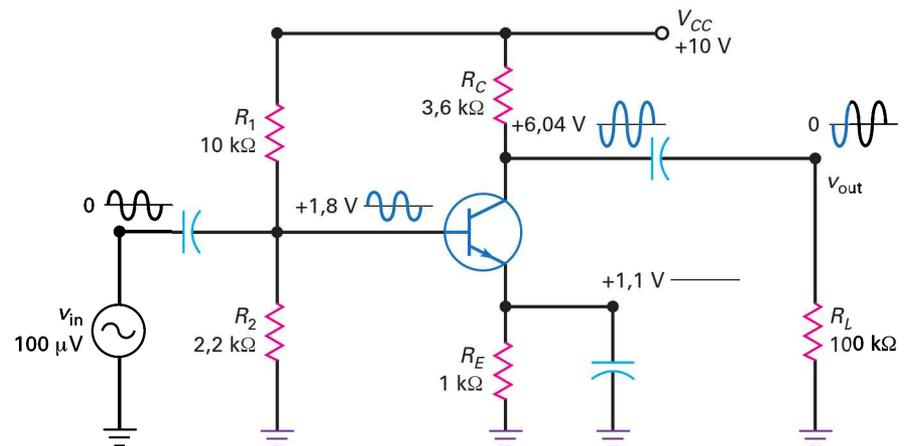

Figure 8.8
Dans la figure 8.8, la tension émetteur est restée fixée à 1,1 V à cause du condensateur shunt d'émetteur. Donc, toute variation de la tension de base apparaît directement à travers la jonction BE du transistor. Par exemple, soit $v_{in} = 10 \text{ mV}_{pp}$. Au pic positif de v_{in} , la tension de base AC est égale à 1,805 V et V_{BE} est égale à $1,805 \text{ V} - 1,1 \text{ V} = 0,705 \text{ V}$. Au pic négatif de v_{in} , la tension de base AC passe à 1,795 V et V_{BE} devient $1,795 \text{ V} - 1,1 \text{ V} = 0,695 \text{ V}$. Les variations AC de V_{BE} (0,705 V à 0,695 V) sont ce qui produit les variations AC de I_c et V_{CE} .
La figure 8.8 illustre un montage amplificateur polarisé par un diviseur de tension (ampli PDT). Pour évaluer les courants et tensions DC, on remplace mentalement les condensateurs par des circuits ouverts. Le montage se résume alors à celui étudié au chapitre précédent. Les valeurs DC sont :
Sur la figure 8.8, la tension du générateur est $100 \mu\text{V}$. Celui-ci est relié à la base par l'intermédiaire du condensateur de liaison. Toute la tension AC est appliquée sur la jonction émetteur-base du transistor. Le courant base AC qui en résulte produit une tension AC sur le collecteur selon le processus décrit précédemment.
La forme des signaux est illustrée par la figure 8.8. Le signal de la source est une petite tension sinusoïdale centrée sur zéro. Sur la base, il y a une tension sinusoïdale superposée à une tension continue égale à +1,8 V. Sur le collecteur, se trouvent une tension sinusoïdale amplifiée et inversée ajoutée à une tension continue égale à +6,04 V. La tension sur la charge est la même que celle du collecteur, mais sa valeur moyenne est nulle.
L'ampli PDT (figure 8.8) est la méthode classique pour réaliser un amplificateur discret à transistor. Le terme discret signifie que tous les composants tels que résistances, capacités et transistors sont insérés séparément et reliés ensemble pour obtenir le circuit final. Le circuit discret diffère du circuit intégré (CI) où tous les composants sont réalisés et connectés simultanément sur le même échantillon de semi-conducteur (*chip*). Dans les chapitres suivants, on étudiera l'ampli op, un amplificateur intégré qui présente des gains en tension supérieurs à 100 000.